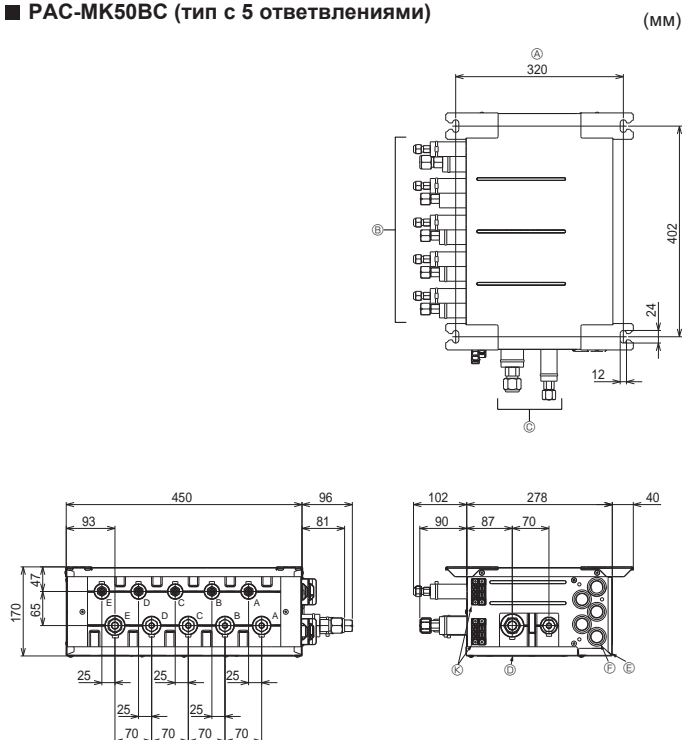

Fig. 4-2
- Установите подвесные болты (приобретаются на месте), соблюдая указанный шаг (Fig. 4-2, 4-3).